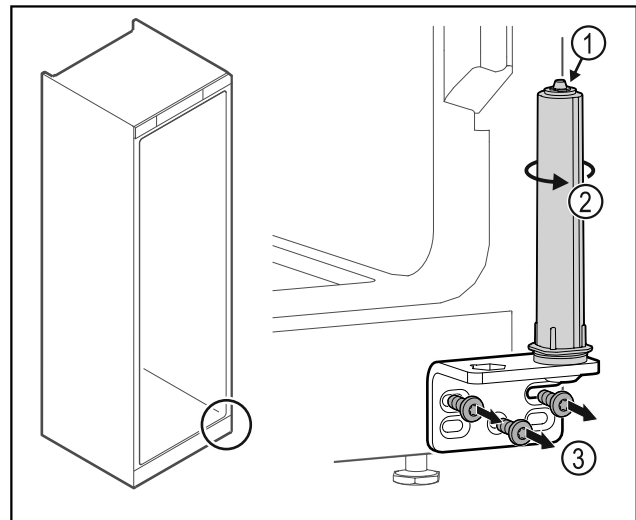

Fig. 24
- ▶ Ne szedje szét az ajtó zárrendszert Fig. 24 (1).
- ▶ Forgassa el a zárrendszert Fig. 24 (2), amíg az be nem kattann.
- ▶ Csavarozza le a csuklópántot Fig. 24 (3).